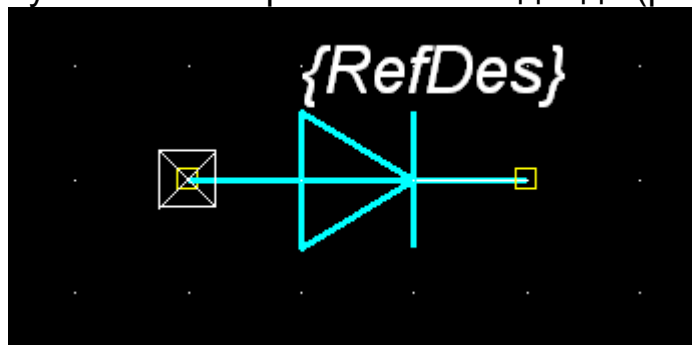

Рис. 18 Символ выпрямительного диода (**Grid=5mm**)
6.3 Нарисуйте УГО выпрямительного диода (рис. 18).